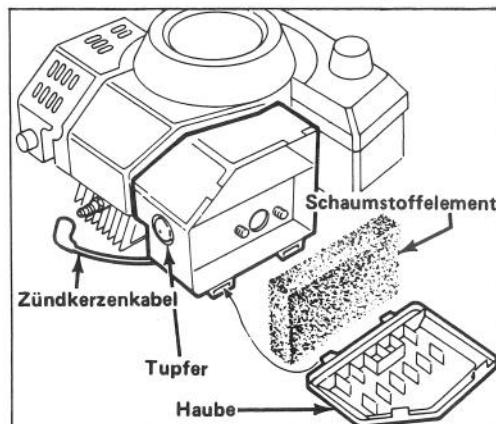

Abbildung 11
1. Stellen Sie den Motor ab und ziehen Sie das Kabel aus der Zündkerze (Abb. 11).
2. Streifen an der Oberseite der Luftfilterhaube anheben und Haube abheben. Haube sorgfältig säubern. (Abb. 11).
3. Wenn die Außenseite des Schaumstoffelements schmutzig ist, vom Luftfiltergehäuse entfernen (Abb. 11). Sorgfältig säubern.
1. Den Motor abstellen und das Kabel aus der Zündkerze ziehen (Abb. 11).
2. Um die Zündkerze herum sauberwischen und die Zündkerze vom Zylinderkopf abnehmen (Abb. 11).
3. Luftstrecke auf 0,81 mm einstellen (Abb. 11). Die auf korrekten Abstand eingestellte Zündkerze mit einer Dichtungsscheibe anbringen und auf 13,6 N·m anziehen.